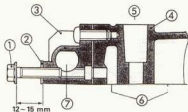

Bild 156
In Bild 156 wird beschrieben, was beim Behälter und Entleeren der Kühlanlage zu beachten ist.
- 3 Ablassschraube und Entlüftungsschraube: Beim Befüllen des Kühlsystems wird die Schraube 12 bis 15 mm weit rausgeschraubt, siehe auch Bild 156!